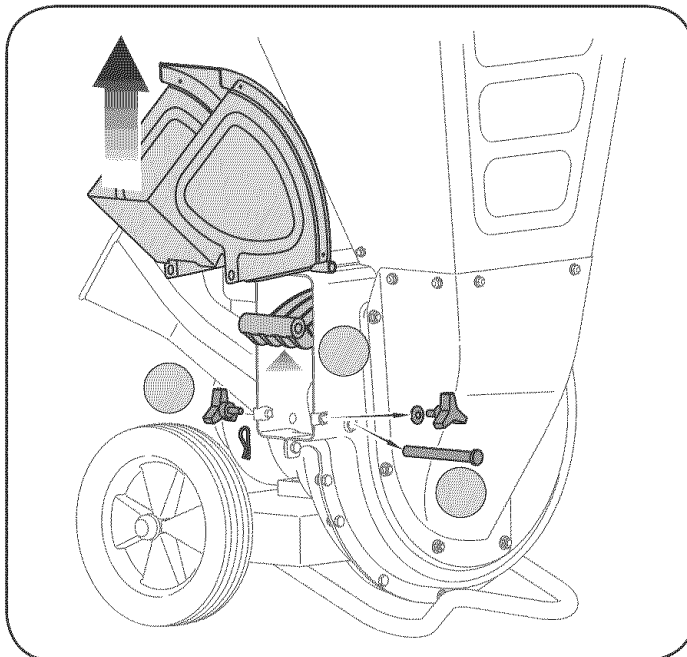

Figura 8
2. a. Si está instalada, retire la bolsa de desechos. Saque las dos perillas a mariposa de ambos lados del deflector del canal y gire el mismo hacia arriba. Vea la Figura 8.
b. Saque el broche de horquilla de la chaveta que se extiende a través de la caja del motor y de la criba de la trituradora. Vea la Figura 8. Saque la chaveta de horquilla.